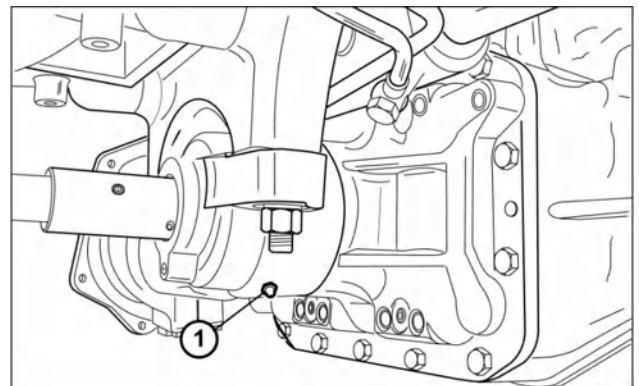

Рис. 7-25. Передняя ось
- Втулки центрального шарнира передней оси (1 — рис. 7-25 и 2 — рис. 7-26)
- Шкворни (2) колесных редукторов осей полноприводной конфигурации (4 шт.).